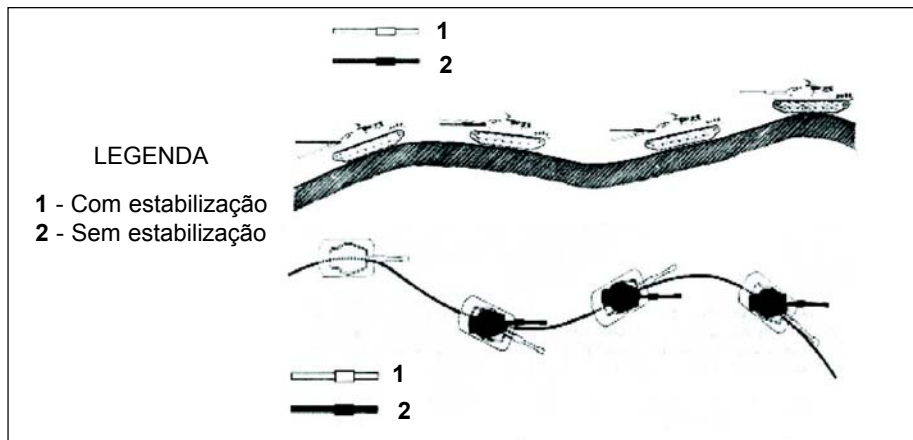

Fig 4-37
**a.** Um carro dotado de Sist Estab é aquele que pode se deslocar em qualquer terreno com o armamento principal sofrendo um mínimo de variações na sua elevação e direção. O sistema funciona anulando os movimentos provocados na torre e canhão. O estudo desses movimentos se faz como auxílio de três eixos imaginários (eixo X, Y e Z) que cortam o CC. (Fig 4-37)